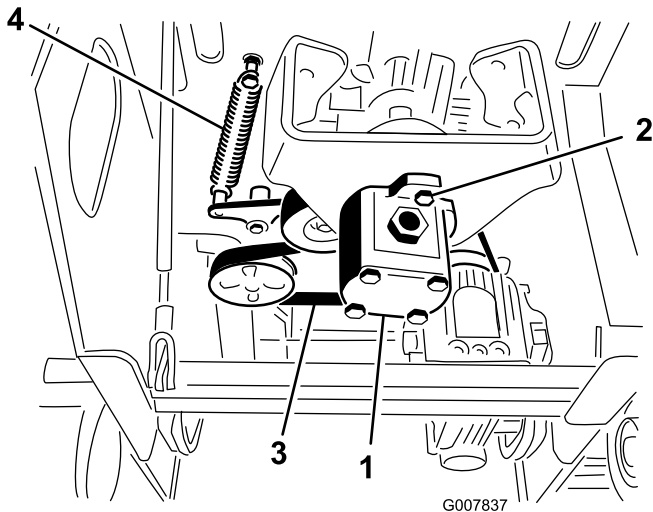

Bild 49
5. Lösen Sie die zwei Pumpenschrauben (Bild 49).
6. Drehen Sie die Pumpe nach links und lassen Sie sie nach unten, von der Riemenscheibe weg, ab (Bild 49). Stellen Sie sicher, dass sich die Spinnenkupplung mit der Pumpe absenkt.
7. Ziehen Sie das Ende der Spanscheibe mit einem Federzieher (vom offiziellen Vertragshändler erhältlich) oder einem starren Metallhaken von der Federschraube, um die Riemenspannung zu lösen (Bild 49).